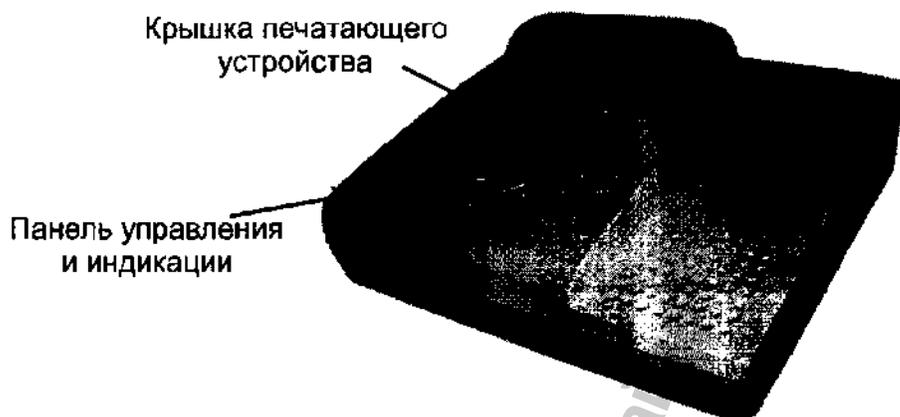

Рисунок 1 – Общий вид БРЗ
1) Открыть крышку печатающего устройства (рисунок 1).